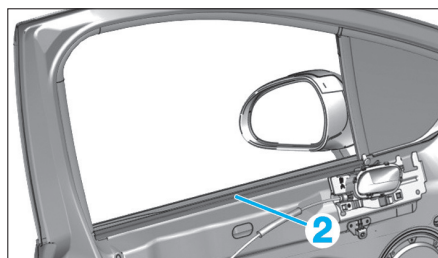

Fig. 108
- Extraire le joint lèveur intérieur de porte avant (2) (Fig.108).